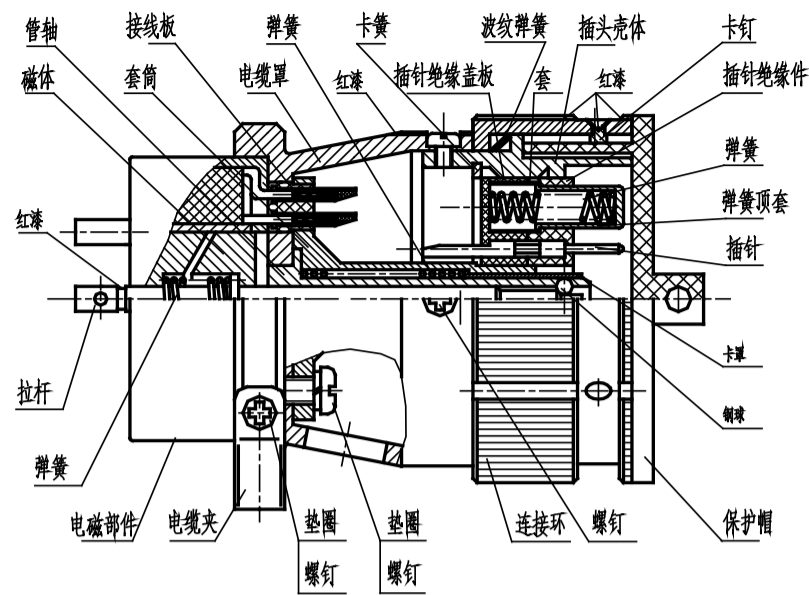

图 2 插头结构图
7.4.1 插头部分（有关零件见图 2）
- 5) 在接线板焊线扁处焊接导线，见图 2 所示，并将导线留足。